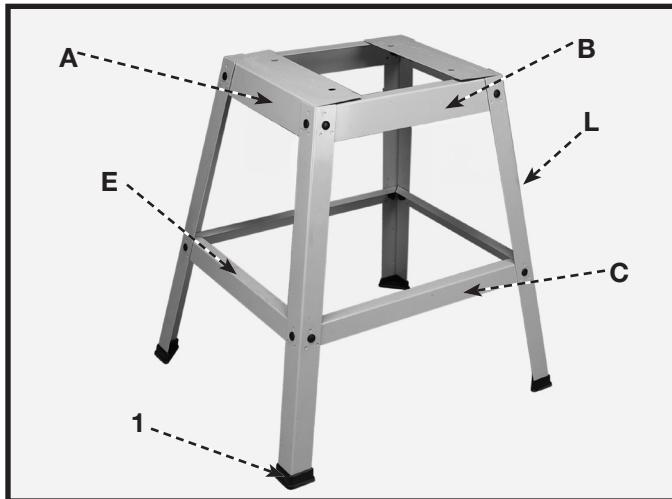

Fig. 4
1. Monte el soporte según lo demostrado en Fig. 4, usando las piezas demostradas en Fig. 3. Los apoyos, las piernas y los pies se etiquetan iguales en ambas ilustraciones. Inserte M8 X 16 Mm tornillos de cabeza de coche por las piernas y los paréntesis entonces colocan las 3/8" arandelas planas seguidas por arandelas de cerradura M8 en los tornillos y aseguran con las nueces del mal de ojo M8. Apriete solamente las tuercas apretadas con los dedos en este tiempo. **NOTA:** Los labios superiores de los apoyos laterales (A) Fig. 4, deben caber encima de los apoyos delanteros posteriores (B).
2. Una los cuatro pies plásticos de Fig. 4 de (1), al fondo de cada pierna (L).